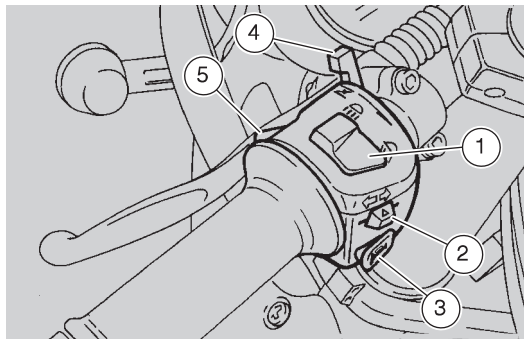

Fig. 5
COMMANDES SUR LE CÔTÉ GAUCHE DU GUIDON (Fig. 5)
(sur le demi-guidon gauche - pos.5 - Fig.5)